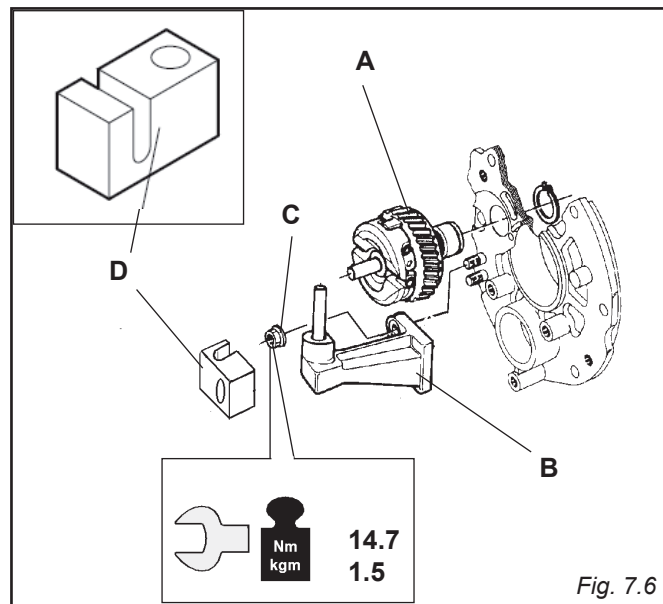

Fig. 7.6
7.18 GOVERNOR (SUN 2105 - 3105 - 3105T ENGINES) (FIG. 7.6 - 7.7)